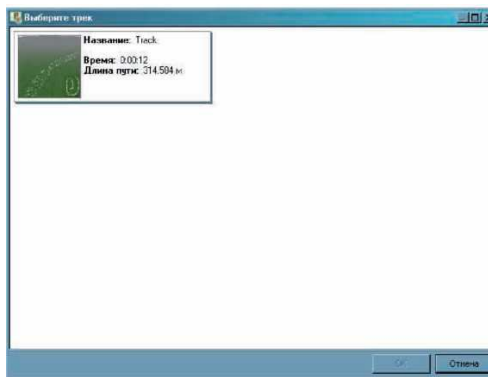

Рис.41. Меню «Выберите трек»
1. Выберите элемент меню *Запись - Проиhrать трек*. Откроется диалоговое окно (рис. 41):